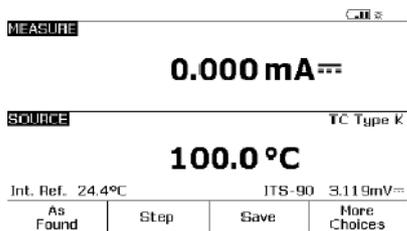

图 4.
5. 接着按一次“MEAS/ SOURCE”(测量/输出)按钮, 将处于分屏模式(图 4)。